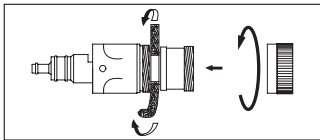

Рисунок 4: Замена войлочной ленты
- Удалите старую войлочную полосу и установите новую (рисунок 4).